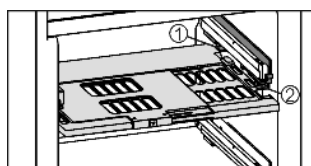

Fig. 13
- ▶ Introduire la plaque de régulation de l'humidité : insérer les travers du couvercle de la plaque par le bas dans le support arrière Fig. 13 (1) et encliqueter devant dans le support Fig. 13 (2).